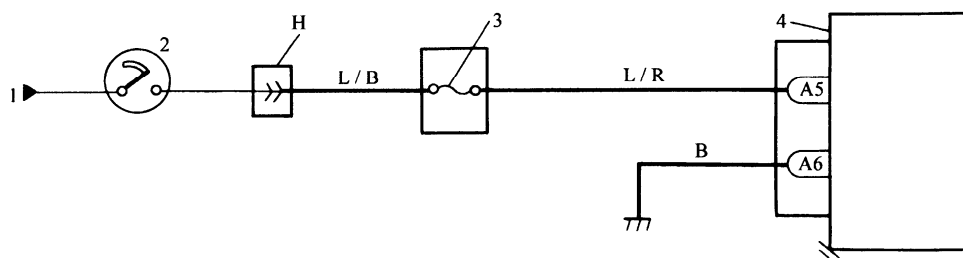
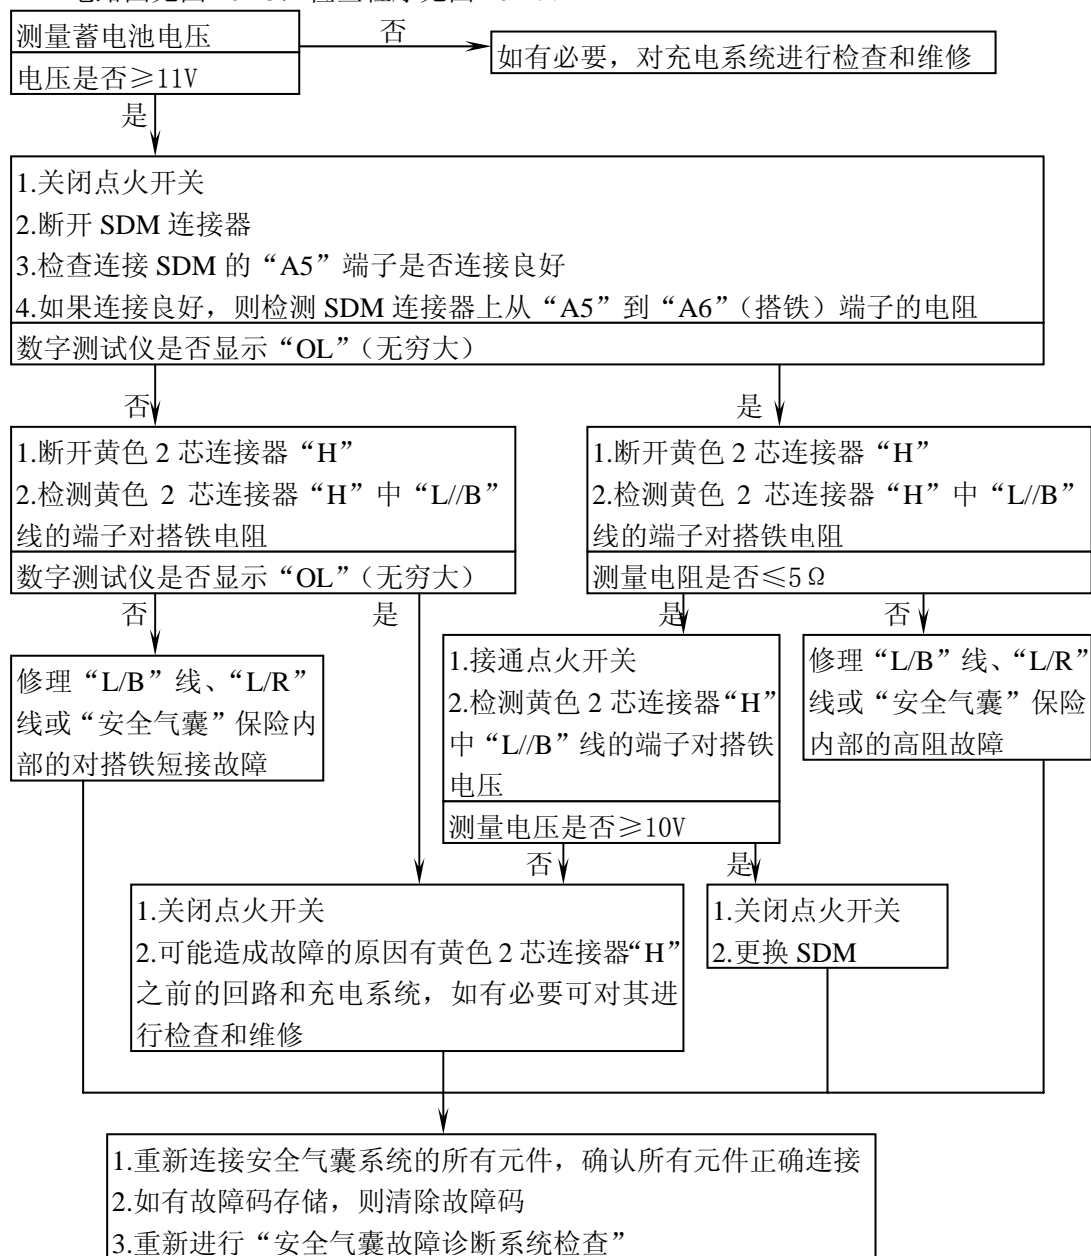

图 10-25 安全气囊电源电路
图 10-27 安全气囊电源电压过低的检查
(1) 电源电路见图 10-25。
电路图见图 10-25，检查程序见图 10-27。